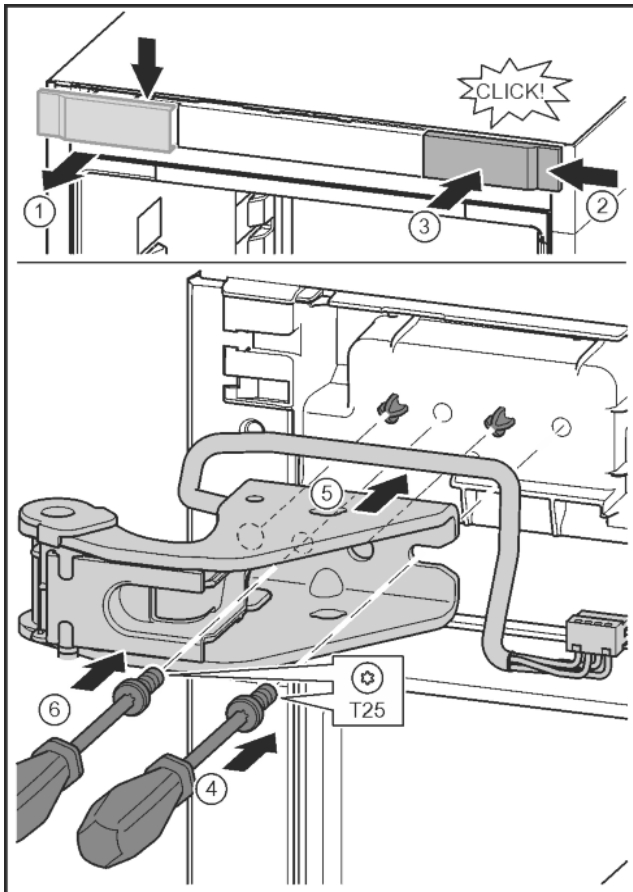

Fig. 27
- ▶ Kryt uvolněte a sejměte do strany. Fig. 27 (1)
- ▶ Kryt otočený o 180° zavěste na druhé straně zprava. Fig. 27 (2)
- ▶ Zaklapněte kryt. Fig. 27 (3)
- ▶ Šroubovákem T25 nasadíte šrouby. Fig. 27 (4)
- ▶ Nasadíte horní stojan ložiska. Fig. 27 (5)
- ▶ Utáhněte šroub. Fig. 27 (4)
- ▶ Šroubovákem T25 vložte šroub a utáhněte. Fig. 27 (6)